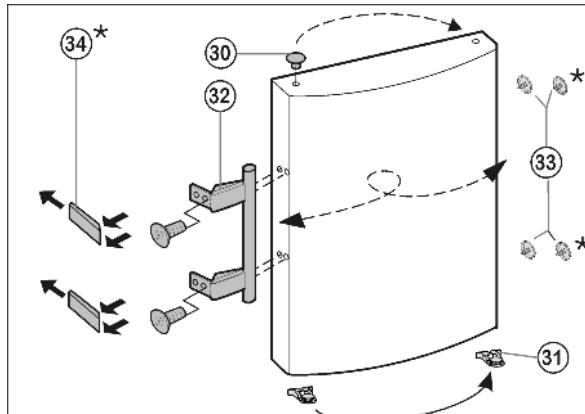

Fig. 8
- ▶ Извлеките пробку *Fig. 8* (30) из опорной втулки дверцы и переставьте.
- ▶ Снимите и переставьте на противоположную сторону дверную ручку *Fig. 8* (32), пробку *Fig. 8* (33) и прижимные пластины\* *Fig. 8* (34).